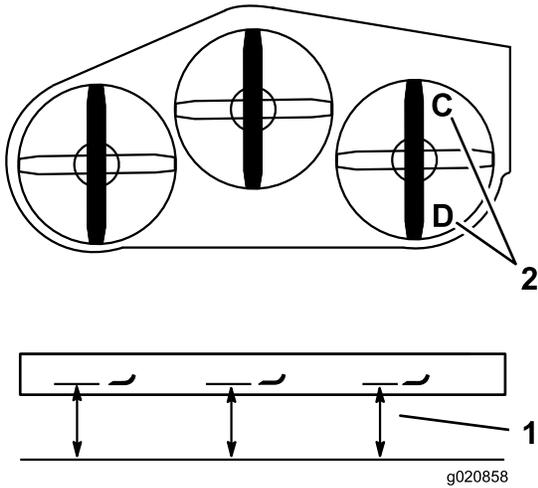

Figure 83
1. Tournez la lame droite dans le sens longitudinal (Figure 83).
2. Mesurez et notez la distance au point **C** entre la surface plane et le tranchant de la pointe de la lame droite (Figure 83).
3. Mesurez et notez la distance au point **D** entre la surface plane et le tranchant de la pointe de la lame droite (Figure 83).
**Remarque:** La lame doit être plus basse de 6 à 10 mm au point **C** qu'au point **D** (Figure 83). Si ce n'est pas le cas, passez aux opérations suivantes.
2. Tournez la lame droite dans le sens longitudinal (Figure 83).